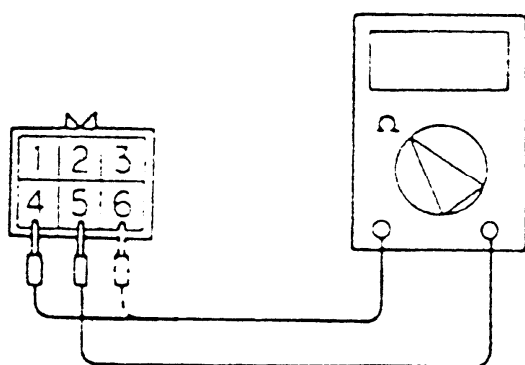

图 3-60 检查怠速控制伺服线圈电阻 (2)
③如图 3-60 所示，测量怠速控制伺服 (ISC) 侧接头之 5 号端子 (专用工具的绿色夹子) 与 6 号端子 (专用工具的黄色夹子) 之间的电阻，或 5 号端子与 4 号端子 (专用工具的黑色夹子) 之间的电阻值。该电阻值标准值为  $28\sim33\Omega$  ( $20^{\circ}\text{C}$  时)。